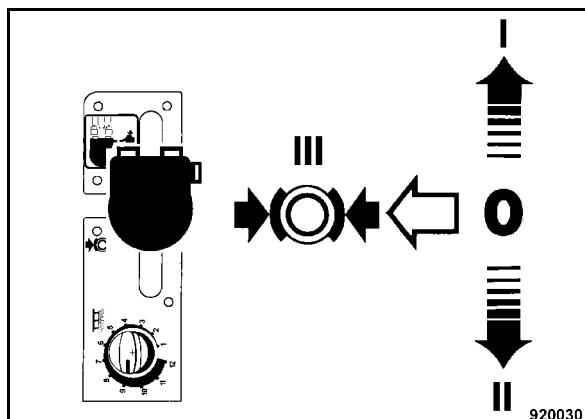

Fig. 64
- Controllare che la leva di marcia (Fig. 64) sia innestata esternamente nella posizione di frenata (III).